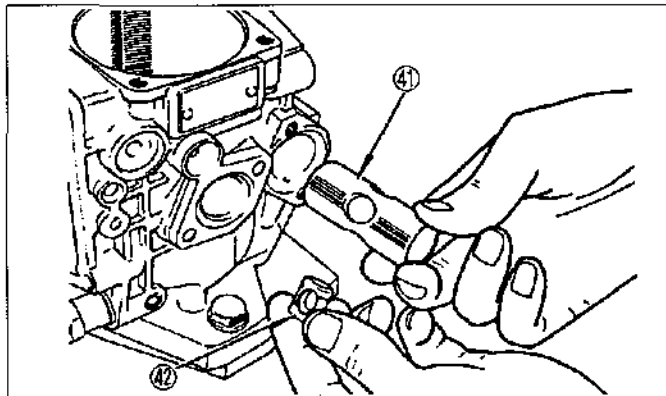

Figura.12-22 Extracción del pistón del variador
(4) Presione el pistón del variador ④① junto con el pistón secundario del variador ④② desde cualquier lado teniendo cuidado de que no caiga el pistón secundario ④②. (Vea la figura.12-22)